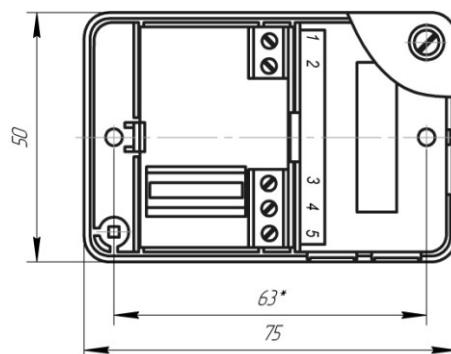

Рис.1. Габаритные и установочные размеры А16-МАУ.
6.1.1. При проектировании размещения устройств пожарной автоматики необходимо руководствоваться Сводом правил СП 5.13130.2009. Габаритные и установочные размеры МАУ показаны на рис.1, принципиальные схемы подключения – на рис.2.